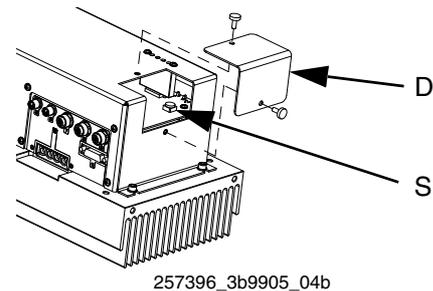

FIG. 5
El módulo de control de motor usa un conmutador giratorio de 8 posiciones (S) para ajustar la presión máxima de trabajo del sistema. Consulte la FIG. 5.
2. Retire la cubierta de acceso (D). Consulte la FIG. 5.
3. Configure el interruptor selector (S).
4. Instale la cubierta de acceso (D).